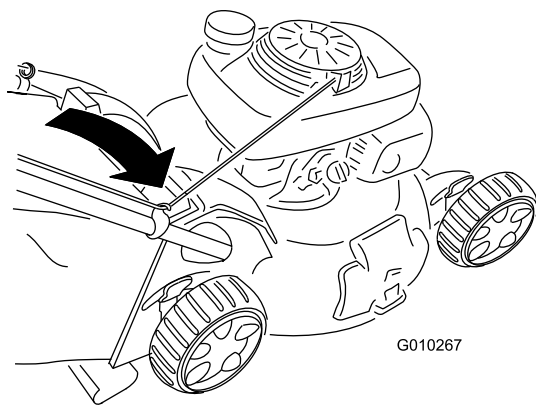

Figure 28
2. Faites passer le câble du lanceur autour du guide inférieur (Figure 28).